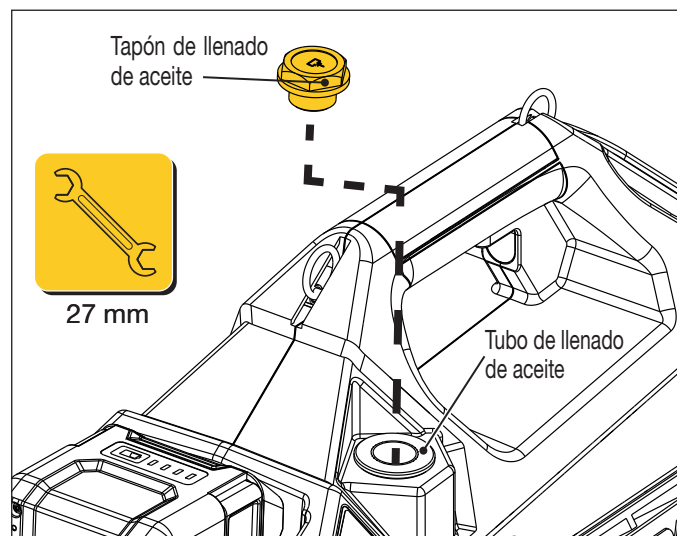

Figura 12: Ubicación de llenado de aceite
2. Con el interruptor de alimentación en la posición de ENCENDIDO (I), presione y mantenga presionado el botón de DESCARGA  o  para aliviar cualquier presión hidráulica residual en el sistema.
5. Saque el tapón de llenado de aceite del orificio de llenado. Utilice una llave de 27 mm. Véase Figura 12.
2. Con el interruptor de alimentación en la posición ENCENDIDO (I), presione y mantenga presionado el botón de DESCARGA (X) o (X) para aliviar cualquier presión hidráulica residual en el sistema.
3. Coloque la bomba en una superficie de trabajo plana. Asegúrese de que el interruptor de alimentación de la bomba esté en la posición APAGADA (O).
4. Saque el tapón de llenado de aceite del orificio de llenado. Utilice una llave de 27 mm. Véase Figura 12.